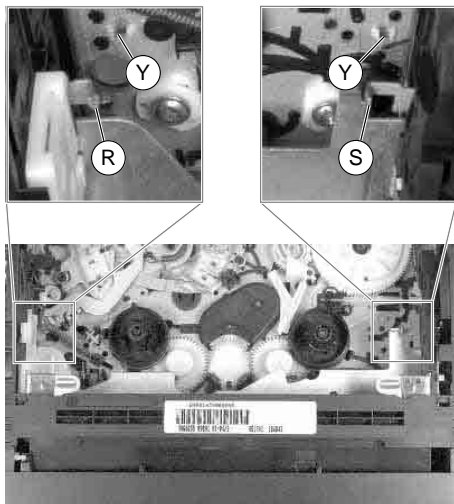
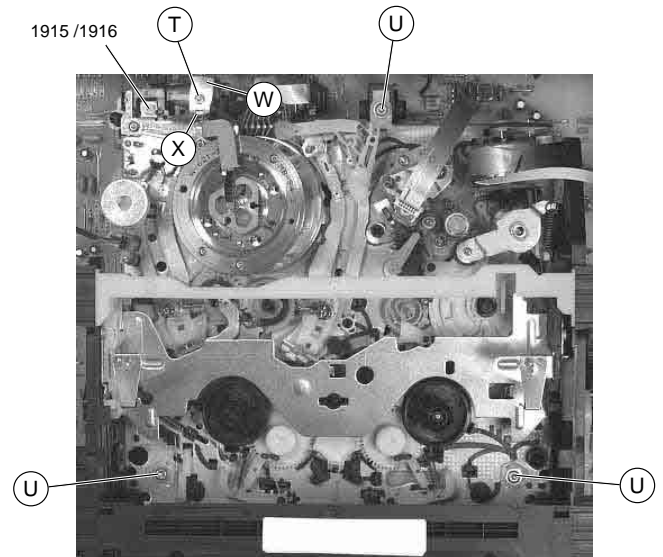

Fig. 9
Fig. 10
- Arretierungen (R) und (S) (Fig. 9) des Cassettenschachtes lösen und diesen dabei so weit nach innen schieben, bis die Schrauben (U) (Fig. 10) zugänglich sind.
- Schrauben (U) herausdrehen (Fig. 10).
- Release the locks (R) and (S) (Fig. 9) of the cassette compartment and move it inwards to gain access to the screws (U) (Fig. 10).
- Undo the screws (U) (Fig. 10).
- Schrauben (U) / (T) herausdrehen (Fig. 10).
- Abschirmblech (W) (Fig. 10) so nach hinten drücken, daß der Halter (X) frei liegt.
- Laufwerk im Bereich des Halters (X) (Fig. 10) vorsichtig etwas anheben, damit sich die Steckverbindung 1915 /1916 zwischen dem Laufwerk und der Chassisplatte löst.
- Rastnasen (Y) (Fig. 9) lösen und Laufwerk aus dem Gerät nehmen.
- Undo the screws (U) / (T) (Fig. 10).
- Push the shielding plate (W) (Fig. 10) to the rear so that the holder (X) is freely accessible.
- Lift the Drive Mechanism carefully by a small amount at holder (X) (Fig. 10) to disengage the plug-in connection 1915 / 1916 between the Drive Mechanism and the Family Board.
- Disengage the locking lugs (Y) (Fig. 9) and remove the Drive Mechanism.